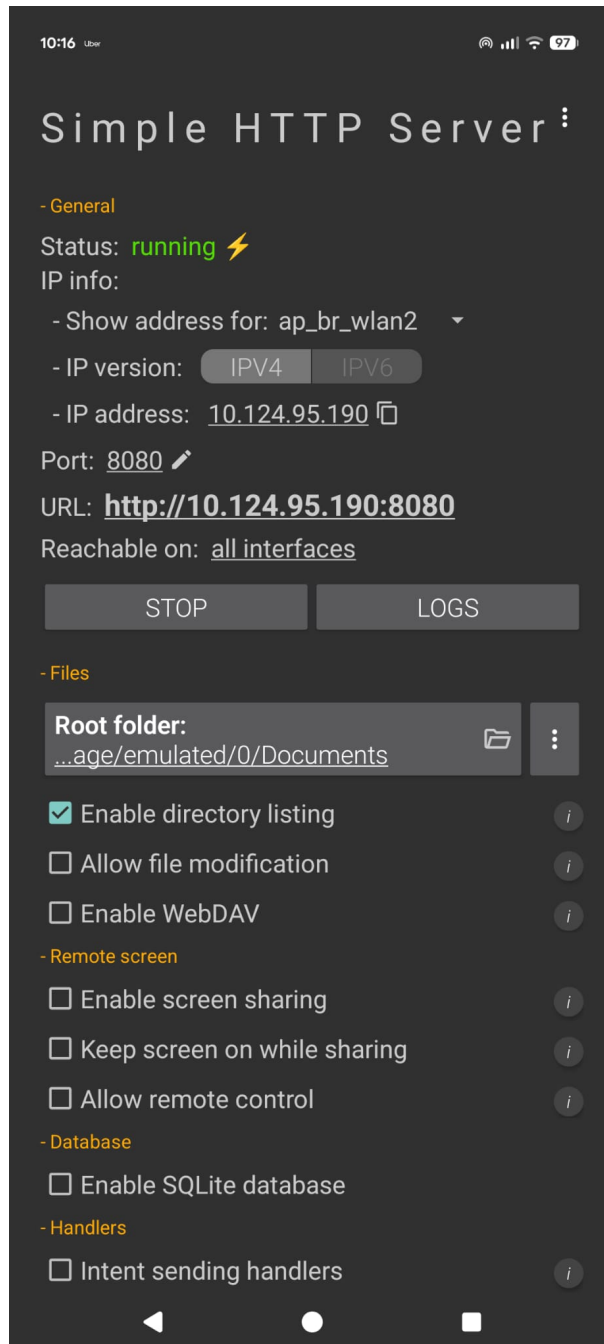

Figura 2: Configuración SHTTPS Android
- En Android, podemos hacerlo descargando la aplicación SHTTPS <https://play.google.com/store/apps/details?id=com.phlox.simpleserver&hl=es> y configurándola como vemos en la Figura 2. Únicamente tendremos que iniciar el servidor, poner la `Root Folder` apuntando a donde tengamos guardado el archivo binario de la aplicación, y seleccionar la interfaz de nuestra red inalámbrica (normalmente llamada `ap_XXX`) para que nos de la IP que tendremos que poner en la configuración anterior.